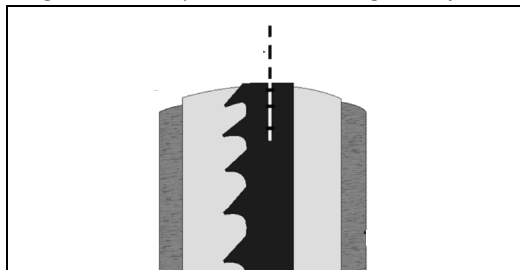

Fig 23
3. Fjern styret til anslaget (B) fra forsiden af bordet ved at løsne de 4 vingede skruer (C).
4. Løsn klingens spænding ved at dreje den store knop (D).
5. Fjern klingen (E) ved at føre den gennem rillen i bordet, det øvre klingestyr og beskyttelse samt rillen i maskinen, samtidig med at du passer på med ikke at skære i dig selv. Bær handsker hvis nødvendigt.
7. Genjustér den nye klinge og tjek klingeføringen ved at dreje det øvre hjul. Klingens bør hvile i midten af hjulet (Fig 23).